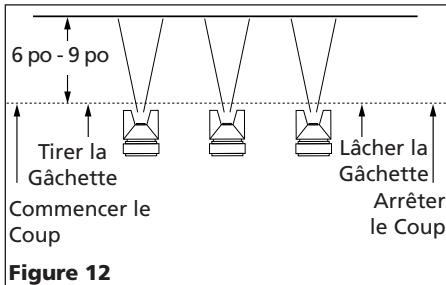

Figure 12
2. Tirer correctement sur la gâchette. Commencer le mouvement au début du coup AVANT DE TIRER SUR LA GÂCHETTE et la relâcher AVANT D'ARRÊTER LE MOUVEMENT à la fin du coup. Cette procédure "mélangera" chaque coup avec le prochain sans avoir l'apparition de chevauchement ou d'inégalités (Voir Figure 12).